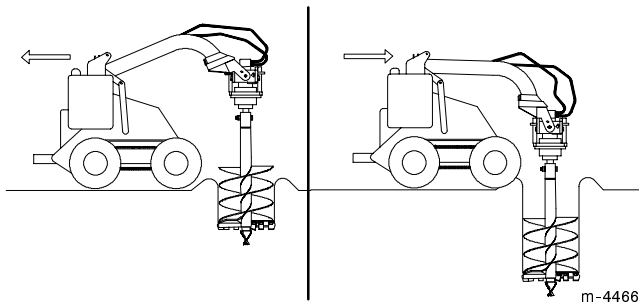

Abbildung 10
4. Den Bohrer allmählich herunterlassen, während der Boden aufgelockert wird. Beim Bohren die Zugmaschine nach Bedarf vor oder zurück, nach rechts oder links bewegen, damit die Bohrung senkrecht wird (Abb. 10).